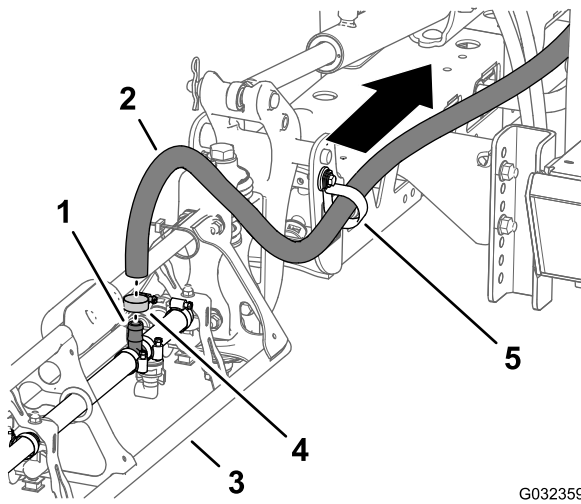

図 42
1. ブームの外端部で、給液ホースをバルブ付きT字フィッティングに固定しているホースクランプを外す 図 42。
2. 字フィッティングからホースを取り外す 図 42。
3. ホース端部をRクランプから外す 図 42。